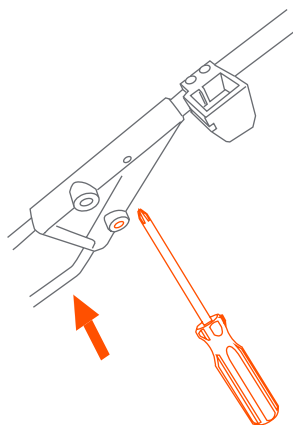

Fig. 4
- 4) • For safety and assurance check that the screw on the 3-Way Connector is tightened on both sides (Fig. 4).
• Para su seguridad y confianza verifique que el tornillo del conector de 3 vías esté ajustado de ambos lados (Fig. 4).
• Pour des raisons de sécurité et d'assurance, vérifiez que la vis du connecteur triple est serrée des deux côtés (Fig. 4).